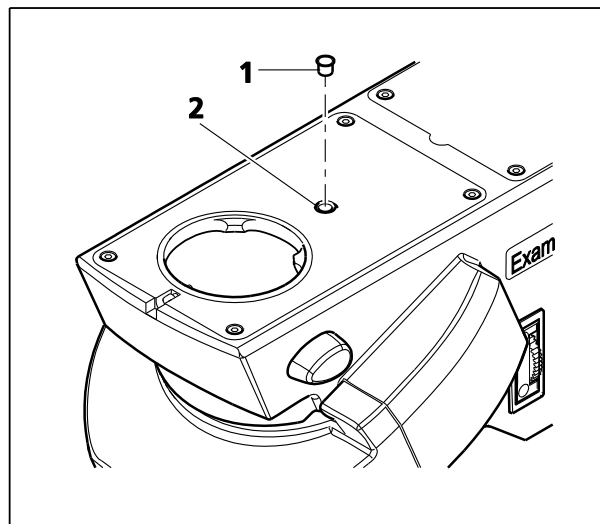

Figure 3-46 Réglage de la résistance de verrouillage
- Retirer le bouchon d'obturation (Figure 3-46/1) de la partie supérieure du microscope.
- Tourner la vis de réglage (Figure 3-46/2) à l'aide d'un tournevis à tête sphérique jusqu'à obtenir la résistance de blocage souhaitée.
- Réinsérer le bouchon d'obturation (Figure 3-46/1).